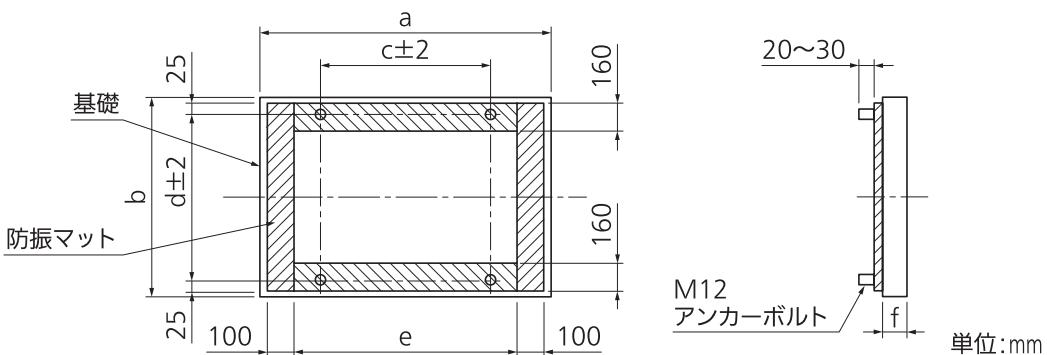

図7:基礎図(ベタ基礎)
- 室外ユニット設置時に、必ず指定のサイズのアンカーボルトを取り付け、しっかりと固定する(図7)